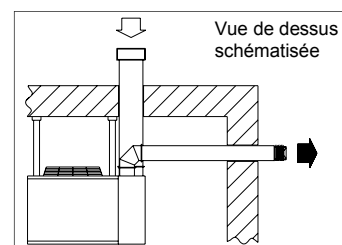

Fig. 8
- Les gaz perdus sont évacués et l'air de combustion alimenté horizontalement à travers différents murs extérieurs du local où est installé l'appareil (fig. 8).